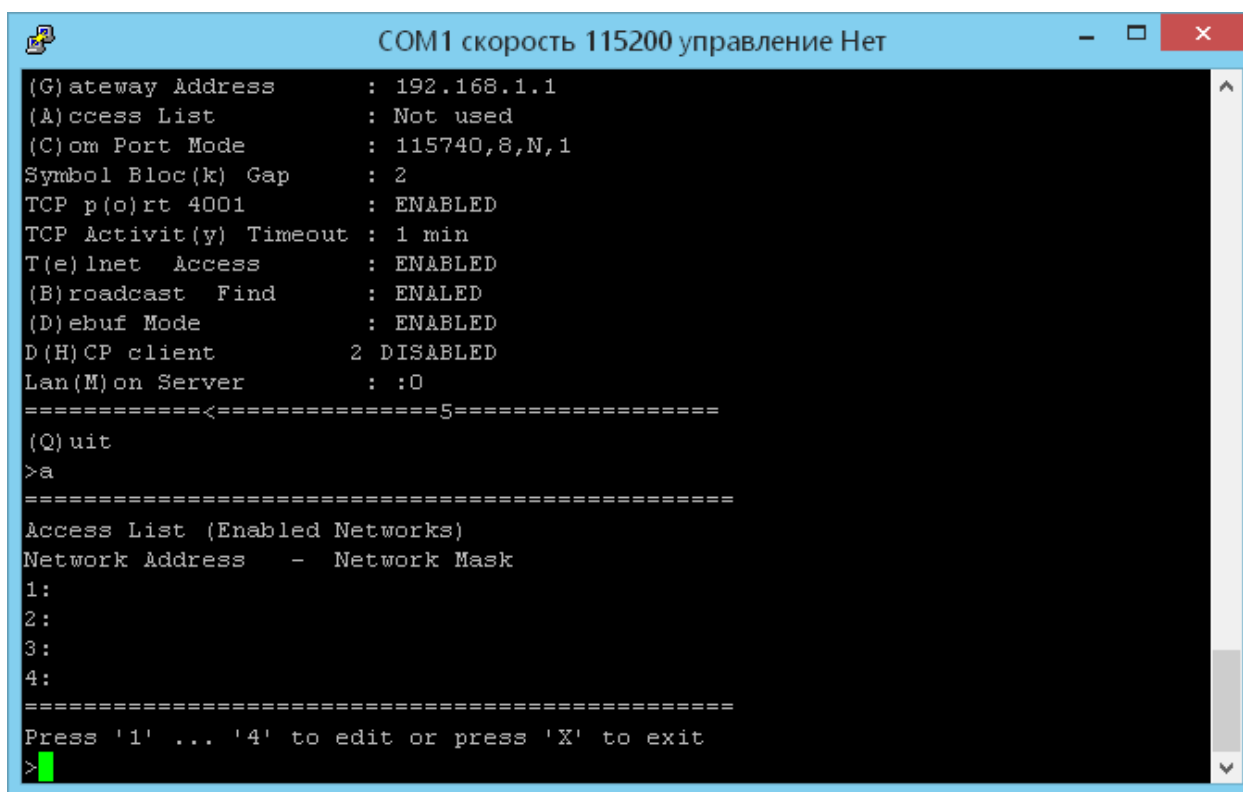

Рисунок 40 – Изменение списка доступа
2.7.3. При переходе в режим изменения списка доступа (нажата кнопка A) появляется редактор списка (см. Рисунок 40):